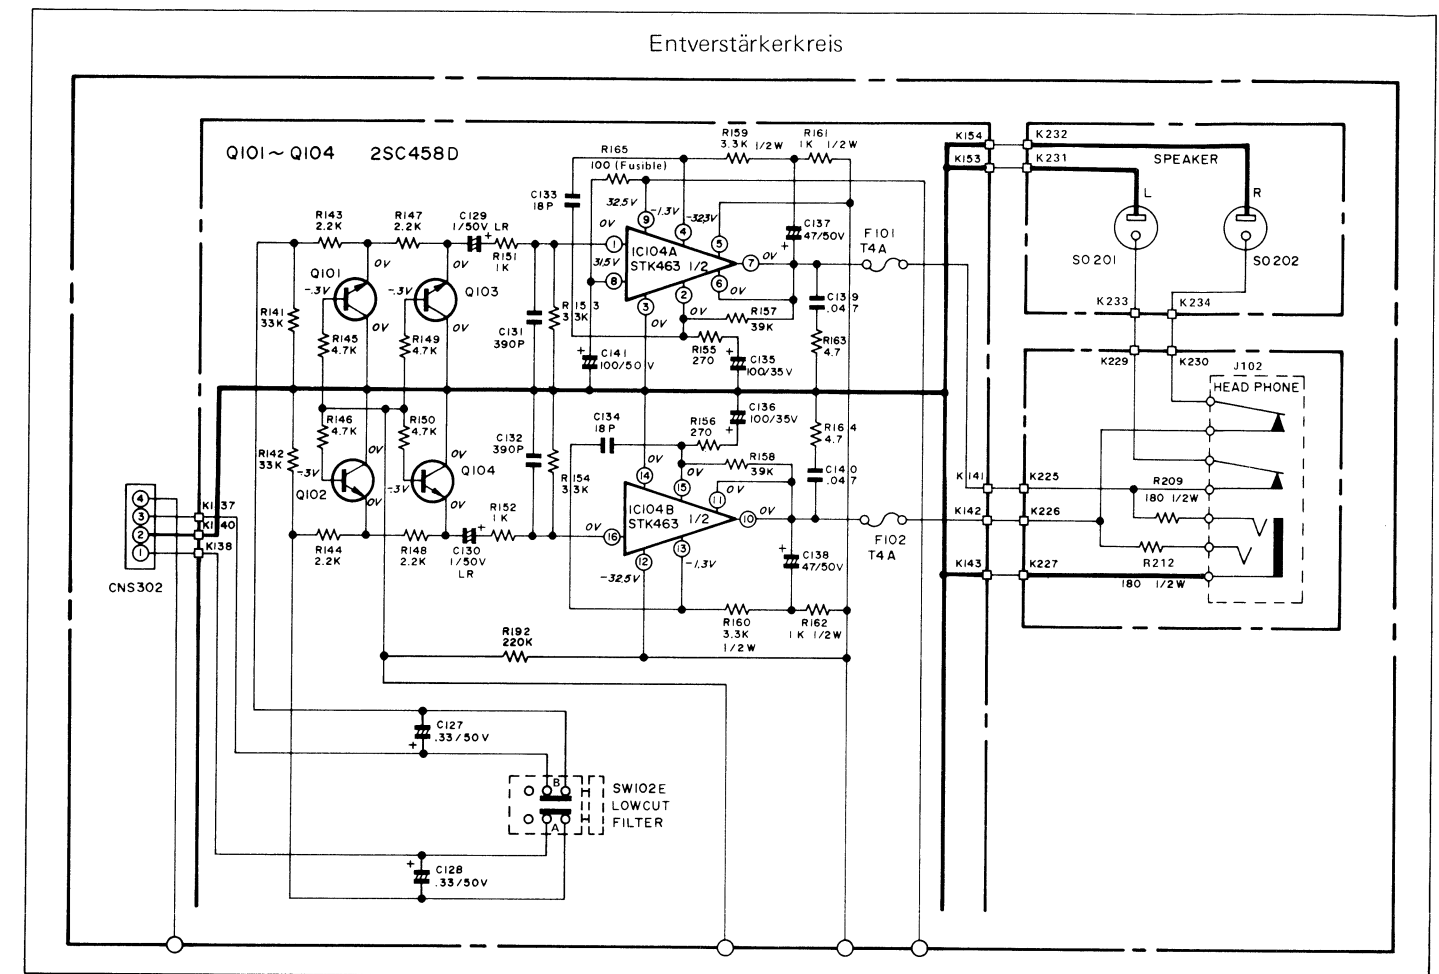

Abbildung 6-1
4. Endverstärkerkreis (Siehe Abbildung 6-1)